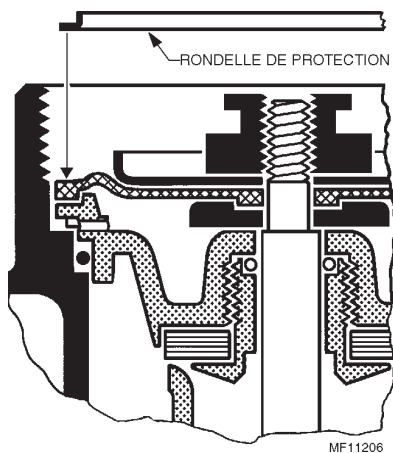

Fig. 6. Remplacement de la rondelle de protection.
11. Remettre en place la rondelle de protection, lèvres vers le haut (toujours éloignée du corps de la vanne). Voir la Fig. 6.